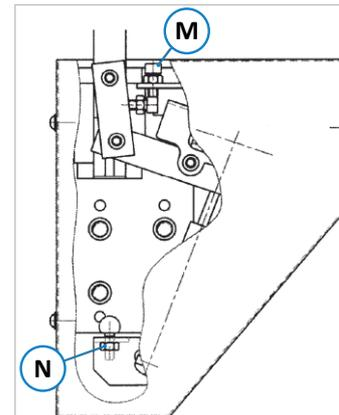

Figure 6 : course et amortissement
**Course et amortissement via les vis (M) et (N) :**
- Le réglage de la course (jusqu'à 75 mm maximum) du pont par rapport à la table s'effectue à l'aide de la vis (M) montrée sur ⇒ Figure 6.